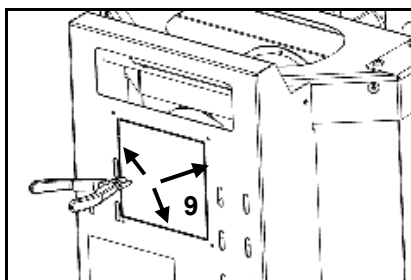

Figura 77 - Remoção tampo posterior salamandra
g) Na parte posterior do equipamento remover a tampa assinalada na Figura 77, cortando nas zonas assinaladas com um alicate de corte (9).